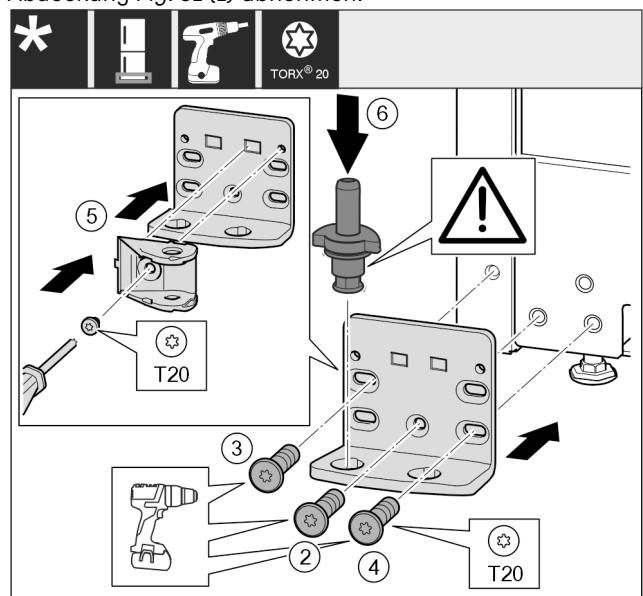

Fig. 32
- ▶ Lagerbock auf der anderen Seite ansetzen und mit Hilfe eines Schraubendrehers anschrauben. Mit der Schraube *Fig. 32 (2)* unten in der Mitte beginnen.
- ▶ Schraube *Fig. 32 (3)* und Schraube *Fig. 32 (4)* fest-schrauben.
- ▶ Schließdämpferverbindung *Fig. 32 (5)* um 180° drehen. Auf der anderen Seite des Lagerbocks mit Schrauben-dreher anschrauben.
- ▶ Lagerbolzen *Fig. 32 (6)* komplett einsetzen. Dabei darauf achten, dass der Rastnocken nach hinten zeigt.